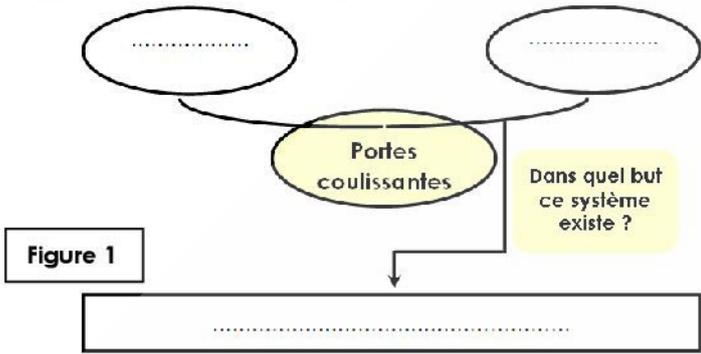

Figure 1
- 1- Le système répond à un besoin. **Énoncer** alors ce besoin en complétant le digramme de bête à cornes à la figure 1 de la page suivante.